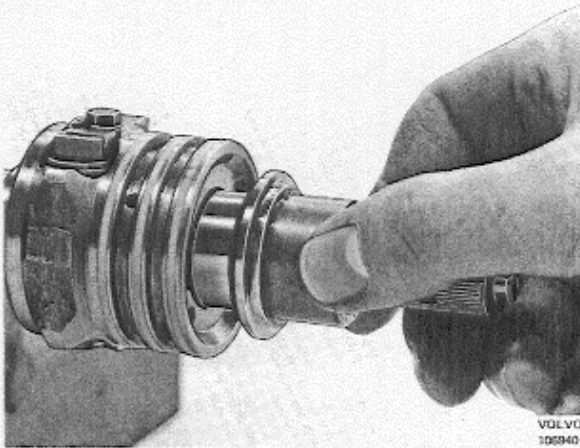

Abb. 105 Prüfung des Axialspiels
1. Doppel-Radialnadellager (62) in die innere Lagerbuchse (61) einsetzen und beide zusammen auf der Schneckenwelle gem. Abb. 105 einpassen. Die Teile müssen zwar leichtgängig, aber spielfrei drehbar sein. Wenn Spiel vorhanden ist, muß aus der Toleranzgruppe ein Nadellager mit entspr. größeren Nadeln ausprobiert werden. Insgesamt stehen vier Toleranzgruppen mit einer Durchmessertoleranz von 2 µm (0,002 mm), s. unter „Technische Date“ zur Verfügung. Lagerbuchsen sind mit den Außendurchmessern 28,0 und 28,015 mm vorhanden. Zum Einpressen der inneren Lagerbuchse den Hülsendorn 2481 verwenden.
2. Ventilgehäuse (57) mit der größeren Bohrung nach oben zeigend in den Schraubstock spannen,